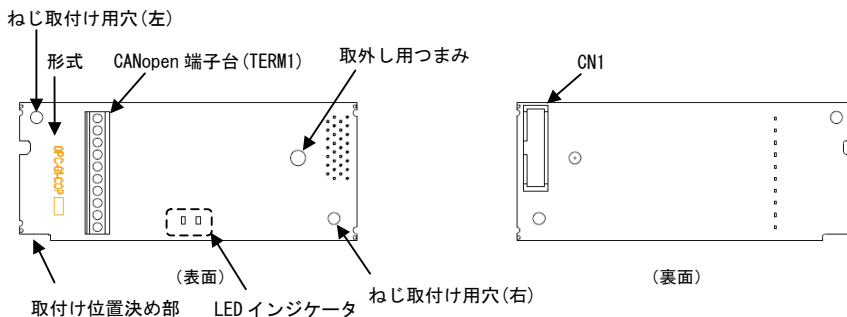

図 2.1 CANopen 通信カードの各部の名称
- (1) 通信カード、ねじ (M3×8: 2本)、取扱説明書(本書)が入っていることを確認してください。
- (2) 通信カード上の部品の異常、凹み、反りなど輸送時での破損がないことを確認してください。
- (3) 通信カード上に形式「OPC-G1-COP」が印刷されていることを確認してください。(図 2.1 参照)
CANopen 通信カードの各部の名称を図 2.1 に示します。
- (2) 通信カードの裏面 (図 2.1) の CN1 を、インバータ本体の制御プリント基板の A-port (CN4) へ差し込み、付属ねじで固定して下さい。(図 3.3)
注意 通信カードの取付け位置決め部 (図 2.1) がツメ (図 3.2 ①) にセットされ、CN1 (図 3.2 ②) が確実に差し込まれていることを確認してください。図 3.3 は取付け完了を示します。
- (3) 通信カードの配線を行います。